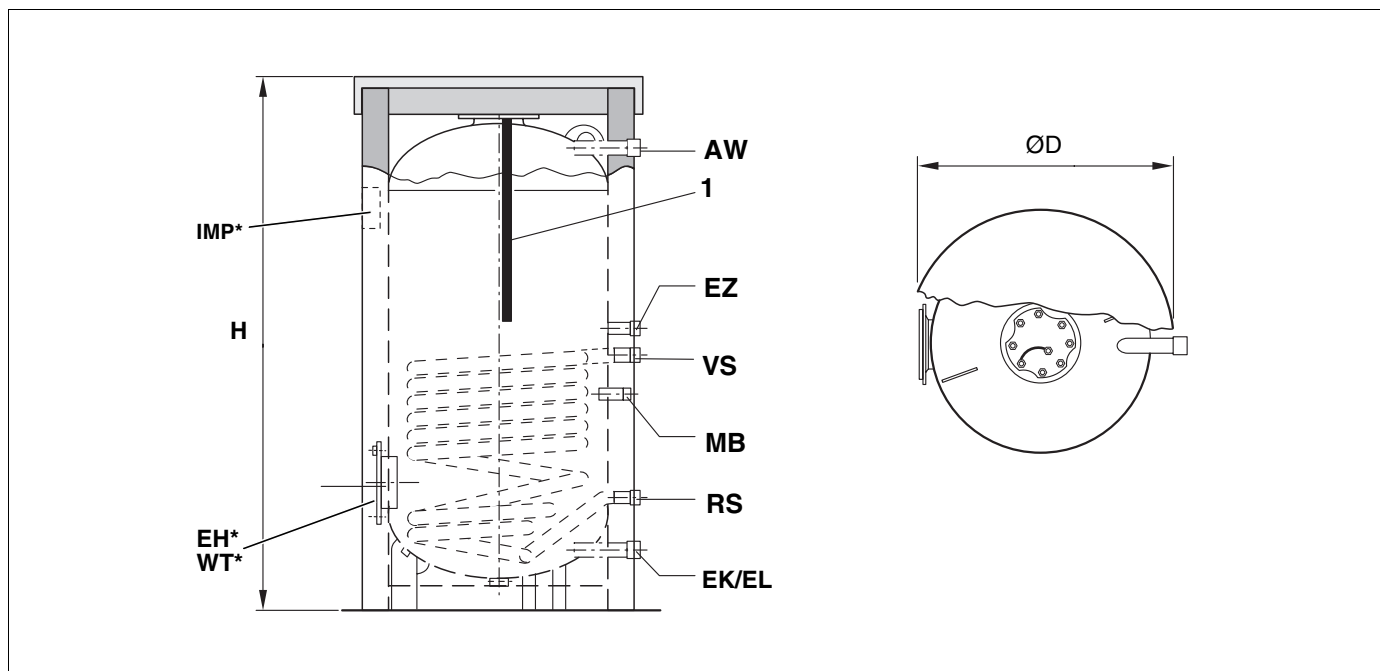

Fig. 2 Dimensioner og tilslutninger
- Monter føleren i følerlommen (MB) på beholderens bagside (fig. 2, side 4).